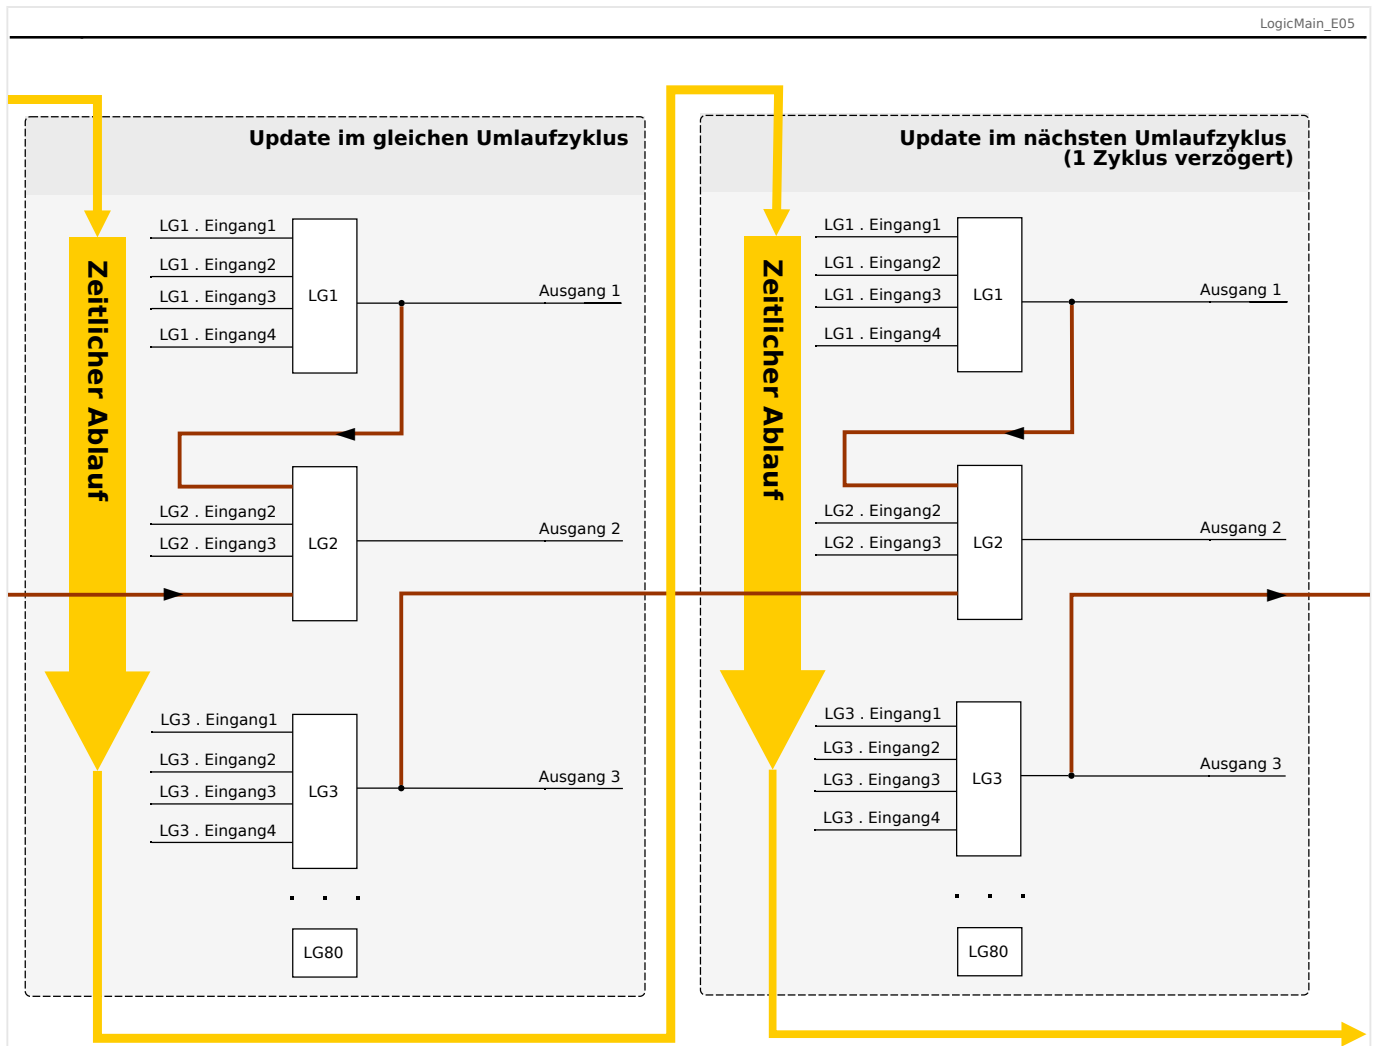

Abb. 77: Kaskadierung in absteigender Reihenfolge.
- Kaskadierung in **absteigender** Reihenfolge bedeutet, dass der Ausgang einer Logikgleichung auf den Eingang einer Logikgleichung mit **niedrigerer** Nummer rangiert wird. Das Diagramm  **Abb. 77** zeigt ein Beispiel, bei dem der Ausgang von LG3 auf einen Eingang von LG2 rangiert wird.
Bei der Konfiguration des Schutzgerätes bestehen keinerlei Einschränkungen oder Unterschiede zwischen aufsteigender und absteigender Reihenfolge. Da allerdings während der Laufzeit des MRU4 die Logikgleichungen in aufsteigender Reihenfolge ausgewertet werden, haben die resultierenden Ausgangswerte, die am Eingang der Logikgleichung anstehen, ein unterschiedliches „Alter“, wie in  **Abb. 76** und  **Abb. 77** veranschaulicht wird.
Das in Abb. 77 gezeigte Beispiel zeigt eine Konfiguration von „Logikgleichung 2“, die den Ausgang von zwei weiteren Logikgleichungen, „Logikgleichung 1“ und „Logikgleichung 3“, als Eingangszustände verwendet. Hierbei ist der Ausgang von „Logikgleichung 1“ in aufsteigender Reihenfolge verwendet, sodass der Wert in jeweils demselben Prozesszyklus ermittelt wird. Der Ausgang von „Logikgleichung 3“ wird in absteigender Reihenfolge verwendet, sodass der Wert in dem jeweils vorherigen Prozesszyklus ermittelt wurde.